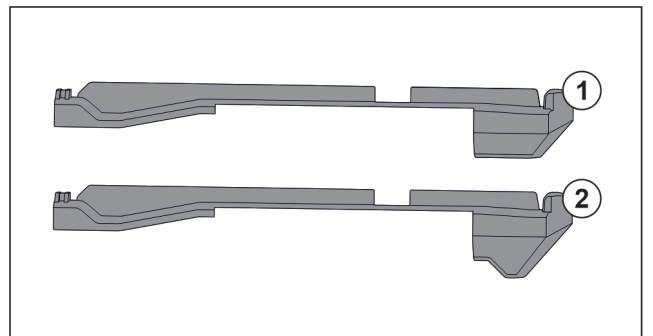

Fig. 52 Сравнение на наставките
В уреда има два вида наставки. Наставката над най-долното чекмедже Fig. 52 (2) има триъгълен ръб. Всички останали наставки Fig. 52 (1) имат прав ръб.
- ▶ Поставете наставката Fig. 52 (2) с триъгълния ръб над най-долното чекмедже.
- ▶ Поставете наставка Fig. 52 (1) с прав ръб на всички останали места.